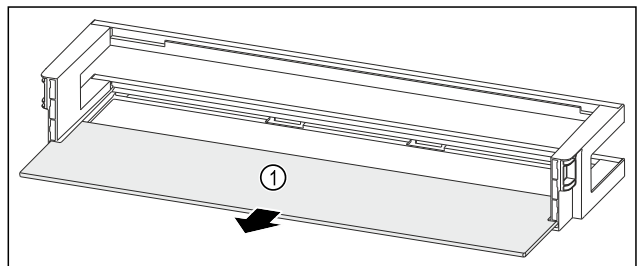

Fig. 227 Ajtópolc tárolólappal
- ▶ Vegye ki a tárolólapot Fig. 227 (1).